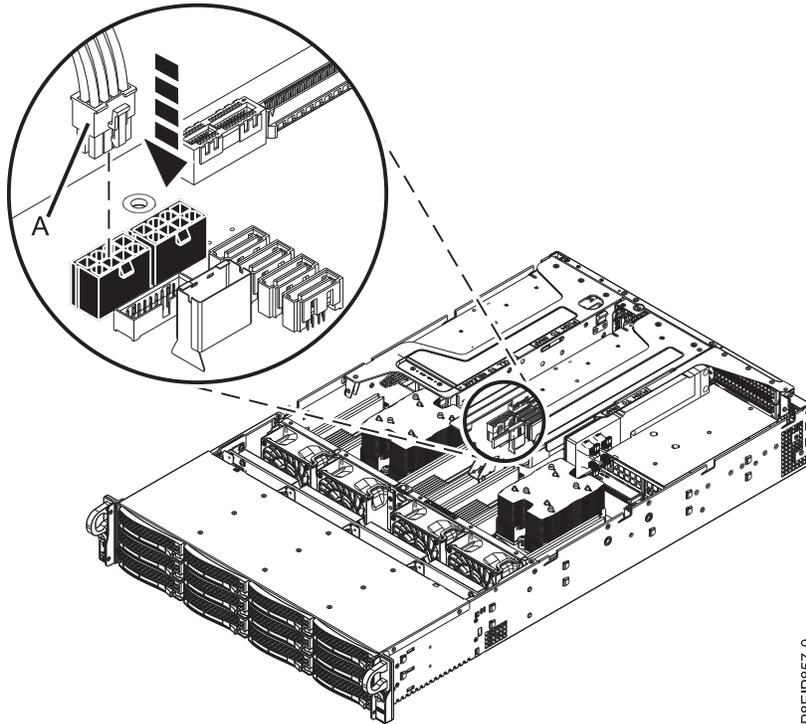

Figura 27. Conectando o cabo de energia da GPU
- g. Conecte o cabo de energia da GPU (A) ao painel traseiro do sistema conforme mostrado na Figura 27 na página 29. Com o polegar, pressione a trava de liberação no conector para remover o